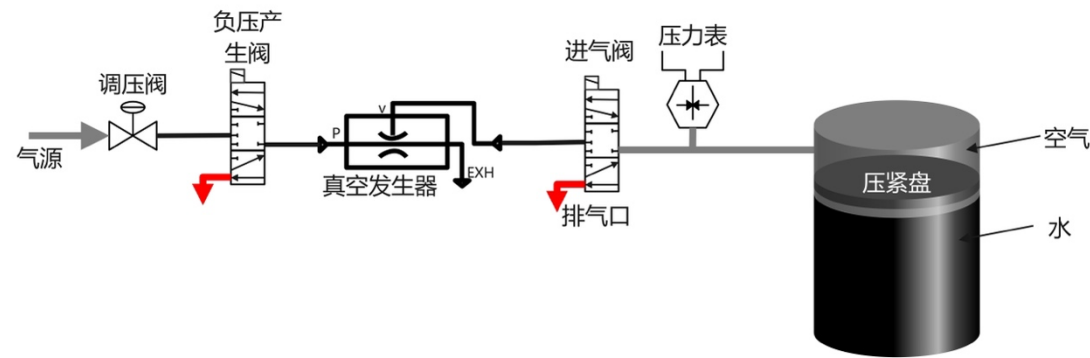

图 4-13 单负压漏点检测设备 元件动作顺序图
- 1.放产品。打开图 4-13 的缸盖，将产品放入托盘上并固定好；
- 1.放产品。打开图 4-13 缸盖，将产品放入托盘上并固定好；